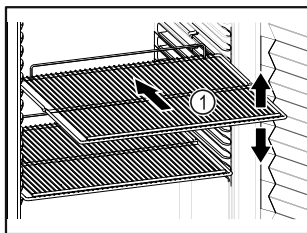

Fig. 62 Représentation à titre d'exemple
- ❑ Si les surfaces de rangement Fig. 62 (1) sont mobiles, les régler en hauteur.